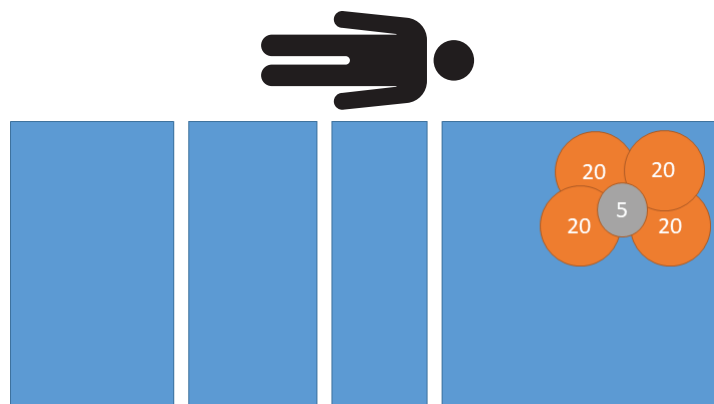

Figura 16 – Test di eccentricità - 85 kg sul lato destro della testata
4. Utilizzando pesi calibrati, posizionare 85 kg sul lato destro della testata del prodotto (Figura 16).